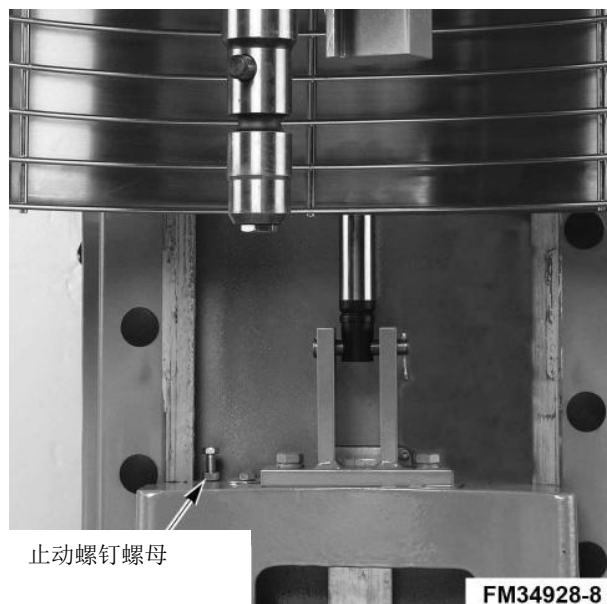

图13
- 松开底部锁紧螺母（图13），逆时针转动止动螺钉以增大间隙或顺时针转动以缩小间隙。